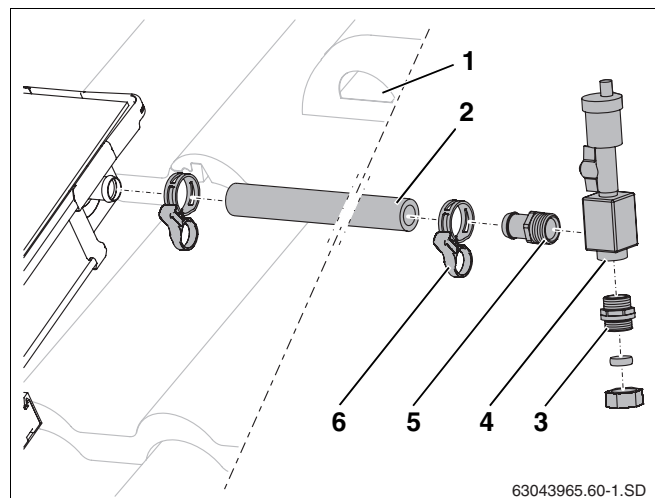

Fig. 56 Applicazione del tubo di gomma per solare all'attacco di mandata
- Spingere il tubo di gomma lungo per solare (1000 mm, fig. 56, **pos. 2**) sull'attacco di mandata del campo di collettori e fissare in posizione con la fascetta elastica.
- Far passare il tubo di gomma per solare insieme al cavo della sonda attraverso la tegola di ventilazione (fig. 56, **pos. 1**) e attraverso l'isolamento del tetto.
- Avvitare la boccia R $\frac{3}{4}$ per tubo flessibile con il relativo o-ring (fig. 56, **pos. 5**) e il nipplo doppio con il relativo o-ring (fig. 56, **pos. 3**) nel vaso di sfogo (fig. 56, **pos. 4**).
- Infilare la boccia per tubo flessibile dentro il tubo di gomma per solare fino all'arresto e fissare in posizione con la fascetta elastica (fig. 56, **pos. 6**).
- Collegare la tubazione di adduzione al giunto a bocchettone con anello di bloccaggio (fig. 56, **pos. 3**).